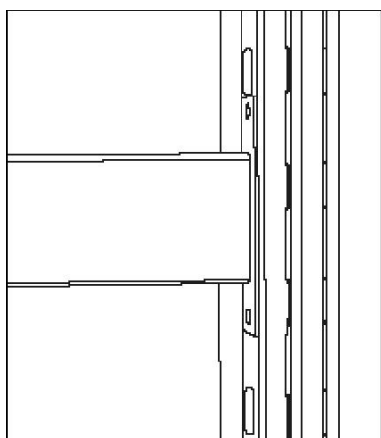
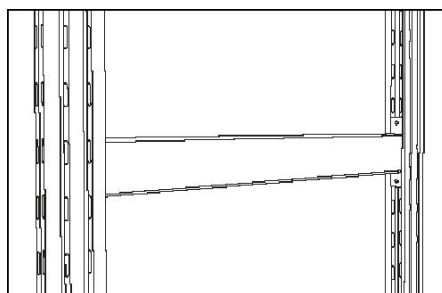
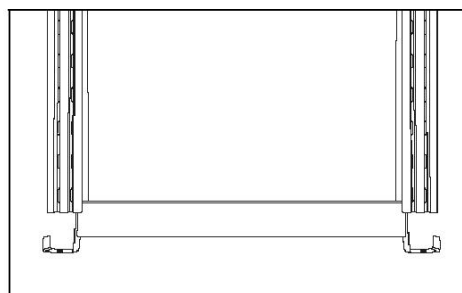
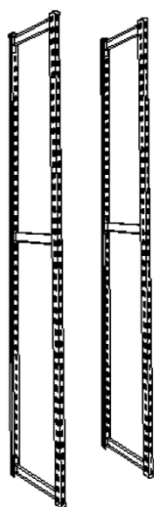

Рис. 3. Стойка с поперечиной.
Рис. 5. Поперечина с двумя стойками.
Рис. 6. Стяжка-опора.
Рис. 7. Две рамы.
1. Взять стойку и вставить поперечину в первый паз от загнутого края стойки (рис. 3 и 4), аналогичным образом вставьте поперечину во вторую стойку (рис. 5), затем вставьте с торцов стоек стяжки-опоры (рис. 6) вверху и внизу (если не используете подпятник в комплекте со скобой, для крепления стеллажа к полу) и у вас получится рама стеллажа. Аналогичным способом соберите вторую раму стеллажа (рис. 7).